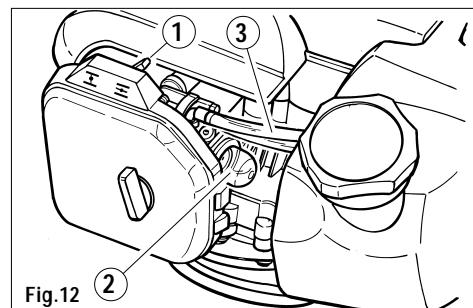

Fig.12
- 3) Mettre le starter situé à la droite du couvercle du filtre à air (fig. 12 pièce 1) en position **|↓|**.
- 4) Presser à fond plusieurs fois le bulbe d'amorçage (fig. 12 pièce 2) jusqu'à ce que le carburant retourne dans le réservoir à travers le deuxième tube transparent (fig. 12 pièce 3).
- 8) Déplacer en arrière le starter dans la position **|↑|** (fig. 12 pièce 1).